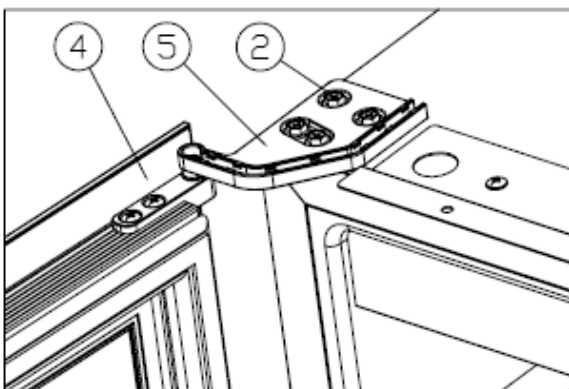

Figure 6
Girare la porta (4) di 180 gradi, inserire la cerniera in basso a destra (5), avvitare le viti M5*16 (2). [Figure 6]